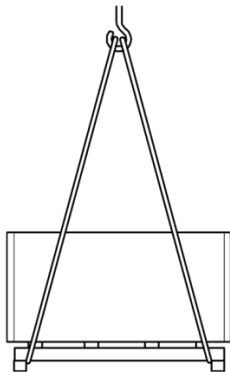

Abb. 20: Hebezeug anschlagen
- 1 Seile, Gurte oder Mehrpunktgehänge entsprechend (Abb. 20) an der Palette anschlagen und Palette gegen Verrutschen sichern.